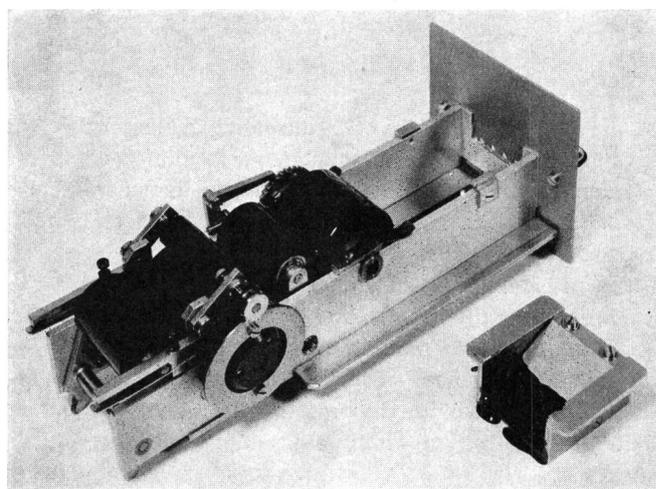
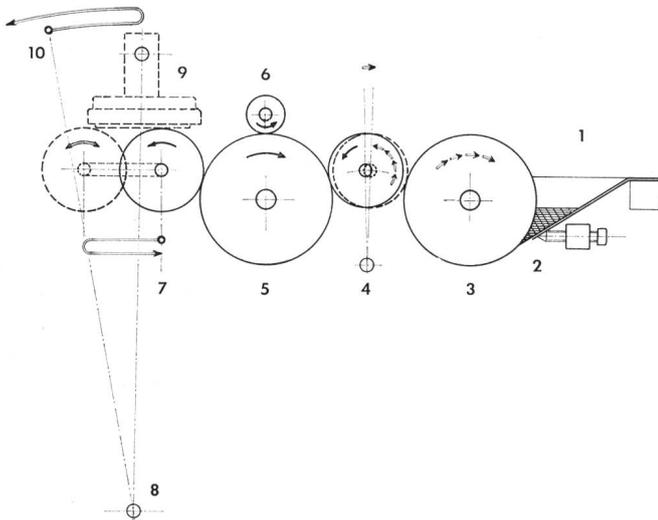

Fig. 3
Fig. 4
Le dispositif d'encre est logé dans un tiroir pouvant être retiré de la machine par derrière; il est représenté à la figure 3. Le récipient contenant l'encre (à droite en bas) est ici retiré du tiroir. La figure 4 est une coupe schématique du dispositif d'encre.
Der Motor treibt ausser der oben erwähnten Klinkenkupplung auch die Reiberwalze im Farbwerk an (Fig. 4, Ziffer 5). Durch direkte Berührung werden ebenfalls Heber (4), Wechselreiber (6) und Auftragwalze (7) in stete Drehung versetzt. Die Stempelfarbe wird dadurch fein auf den Walzen verrieben und in Bereitschaft gehalten. Die Duktoralwalze (3) steht still. Aus dem Farbkasten (2) wird in diesem Betriebszustand keine Farbe entnommen. Erst wenn der Stempelvorgang durch Betätigen des Fusspedals eingeleitet wird, verschiebt sich die Heberwalze (4) nach rechts und die Mantelfläche des Hebers berührt den Duktoralwalze (3). Durch einen Klinkenmechanismus wird gleichzeitig die Duktoralwalze um 1 bis 3 Zahnteilungen im Uhrzeigersinn fortgeschaltet. Die Mantelfläche des Hebers rollt dabei auf der Duktoralwalze und «hebt» eine genau einstellbare Menge Stempelfarbe ab.
En plus de l'encliquetage déjà mentionné, le moteur entraîne aussi le rouleau broyeur du dispositif d'encre (fig. 4, chiffre 5). Le preneur (4), le broyeur oscillant (6) et le toucheur (7) sont également mis en rotation permanente par contact direct. L'encre est ainsi finement répartie sur les rouleaux et se trouve prête à l'emploi. Le cylindre du récipient d'encre (3) reste immobile. Dans cet état, il ne s'écoule pas d'encre du récipient (1). Au moment seulement où la pédale est actionnée pour une oblitération, le preneur (4) se déplace vers la droite et se trouve en contact avec le cylindre du récipient. En même temps, un cliquet fait avancer le cylindre du récipient de 1 à 3 dents dans le sens de la marche des aiguilles d'une montre. Le preneur roule sur le cylindre et prélève une quantité d'encre exactement réglable.